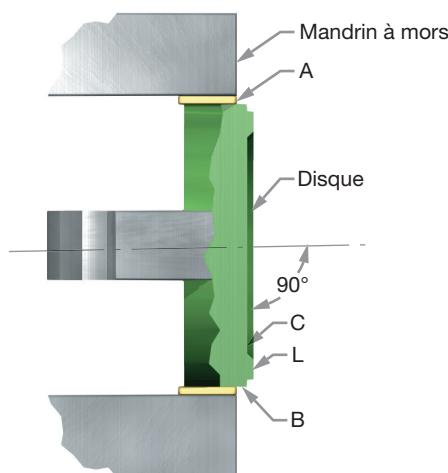

Figure 25 : Surface du siège du disque standard
Usiner la surface du siège du disque standard (voir la Figure 25) comme suit :
1. Accrocher le disque (6) à un mandrin à quatre mors (ou une pince de serrage, le cas échéant), en utilisant une pièce de matériel souple comme du cuivre ou de la fibre entre les mandrins et le disque (voir Figure 25).
2. Égaliser le disque (6) pour que les surfaces marquées B, C et D soient égalisées en 0,001" (0,025 mm) sur l'indicateur (Figure 25).
- Mettre le disque au rebut si la dimension minimum N ou T (Figures 30a, 30b, 30c et tableaux 5a et 5b) est atteinte. Ne pas rétablir la surface C (voir la Figure 25).